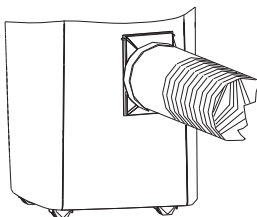

Fig. 10
11. Ai terminat asamblarea conductei de evacuare a aerului și a accesoriilor conform schiței ilustrate în Fig. 10.